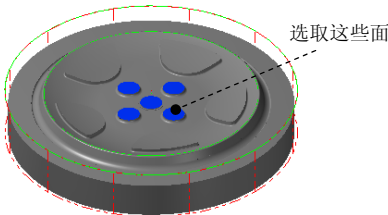

图 15.46 选取加工面
Step2. 选取加工面。在图形区中选取图 15.46 所示的面（共 5 个面），然后按 Enter 键，系统弹出“刀具路径的曲面选取”对话框。单击“刀具路径的曲面选取”对话框中的 **✓** 按钮，系统弹出“曲面精加工浅平面”对话框。